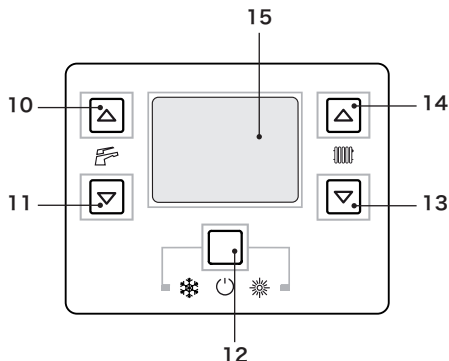
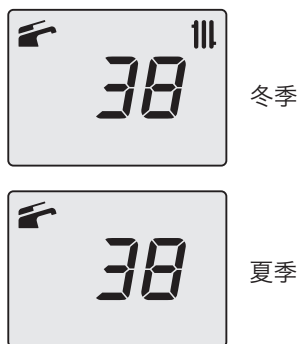

图 9.10
图 9.16
- 进入“编程模式”：同时按 12-13-14 键 10 秒 (图 9.10) 直到 LCD 显示屏显示字母 **P01**, 并交替显示参数值, 提示“参数 01”输入项 (图 9.11)。
- 同时按 13 和 14 键 (图 9.10), 直到 LCD 显示屏出现字母 **LP**, 并交替显示最小生活用热水温度值 (比如 **45**), 表示在最小生活用热水输出条件下激活“烟囱清扫功能” (图 9.12)。
- 按 12 键（图 9.10）退出“烟囱清扫模式”并返回以前设置的锅炉状态（图 9.16）。